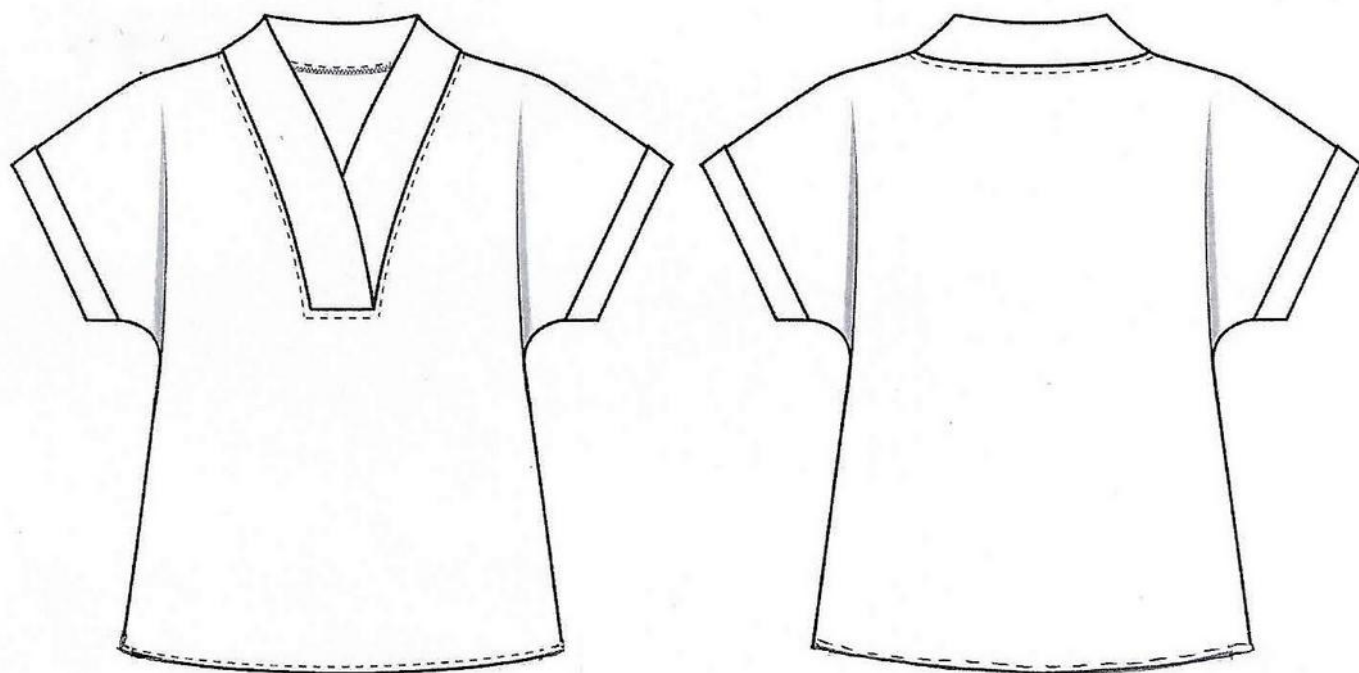

Рисунок 1 – Технический рисунок женской блузы.
#### **Технологическая последовательность изготовления блузы (рисунок 1).**
**Спецификация основных и прокладочных деталей кроя женской блузы (рисунок 1).**